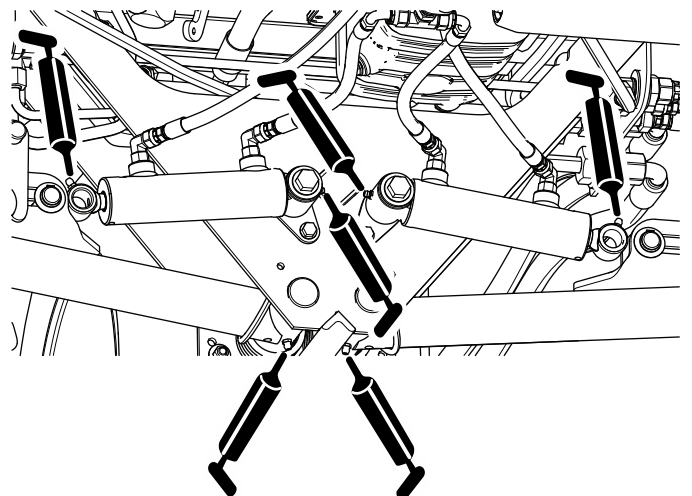

Figura 58
- Articulações do braço de elevação traseiro e cilindros de elevação (3 em cada lado); consulte Figura 58.